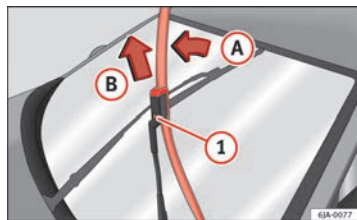

Fig. 67 As escovas dos limpa pára-brisas
- Remova o braço do limpa pára-brisas do vidro, movendo ligeiramente a escova no sentido do braço - seta ① ⇒ Fig. 67.
- Com a outra mão, desbloqueie o mecanismo de segurança ① e retire a escova no sentido da seta ②.